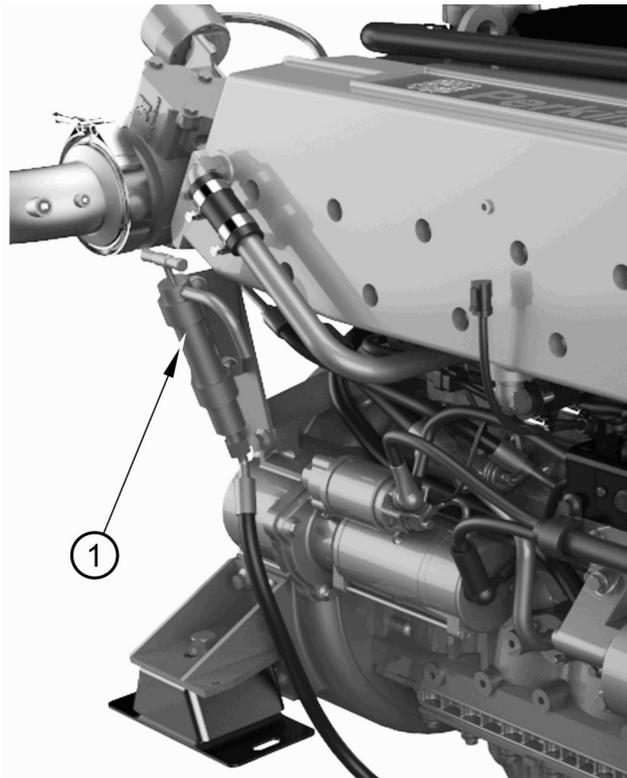

Abbildung 18
1. Schließen Sie ein Schlauchstück von passender Länge an die Pumpe der Ölwanne (Abbildung 18 Nummer 1) an und stellen Sie einen geeigneten Behälter mit einem Fassungsvermögen von mindestens 16 Litern an das andere Ende. Falls möglich, sollte das Schmieröl abgelassen werden, wenn es noch heiß ist.